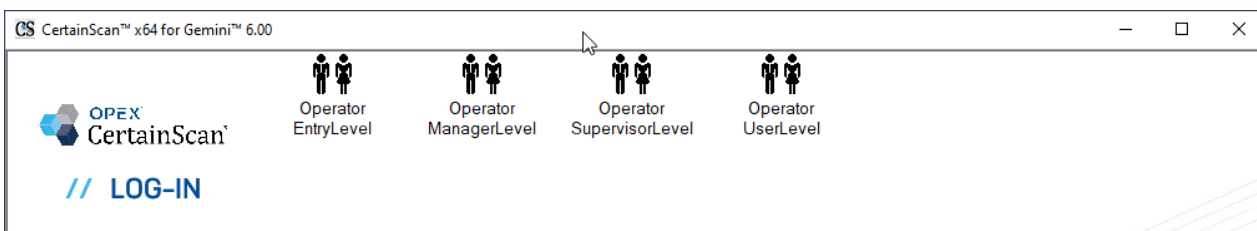

図 3-3 : CertainScan メインログイン
4. オペレータがログインするための CertainScan メイン画面が表示されます (図 3-3)。